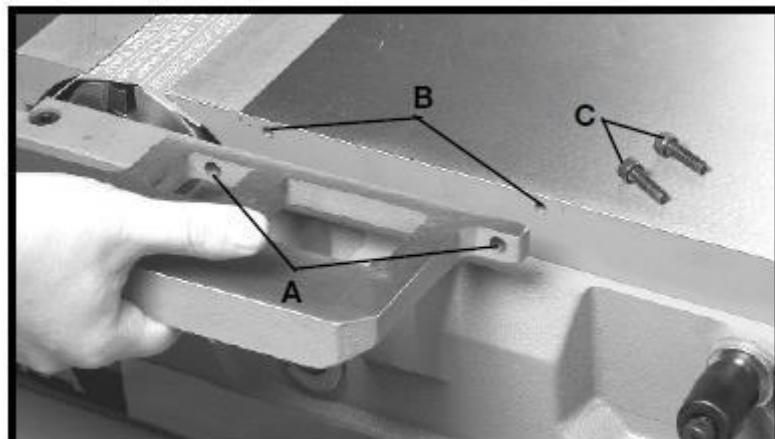

Рис. 12
1. Вывернуть два винта с шестигранным шлицем M6 x 1 – 20 (C), рис. 12, из отверстия в позиции (B) в передней части фуговального станка.
2. Совместить два отверстия (A), рис. 12, приспособления для шпунтования с двумя отверстиями (B) в передней части фуговального станка. Вставить винт в отверстие (A) приспособления для шпунтования и ввернуть винт в резьбовое отверстие (B) в передней части фуговального станка. Убедиться, что приспособление для шпунтования находится на одном уровне с подводным столом. Надёжно затянуть винт (C). Повторить данную операцию в другом отверстии приспособления для шпунтования и передней части фуговального станка.